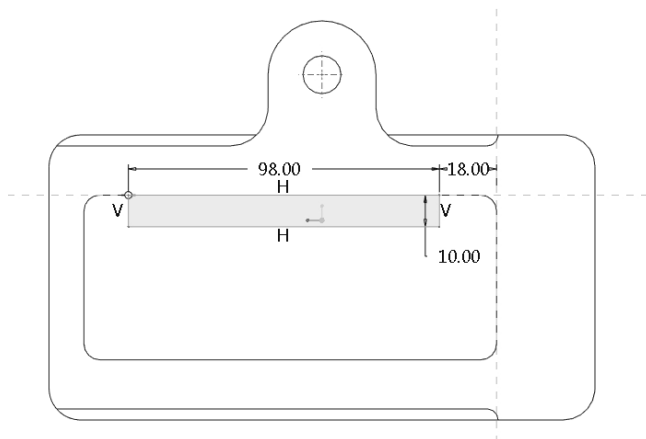

图 4-61 截面
(2) 进入二维草绘平面，绘制如图 4-61 所示的截面。在拉伸操控面板中，拉伸方式选择单向拉伸，输入拉伸深度为 22.5，拉伸方向向下。单击拉伸操控面板中的  预览拉伸效果，确认无误后单击  按钮，完成特征创建。